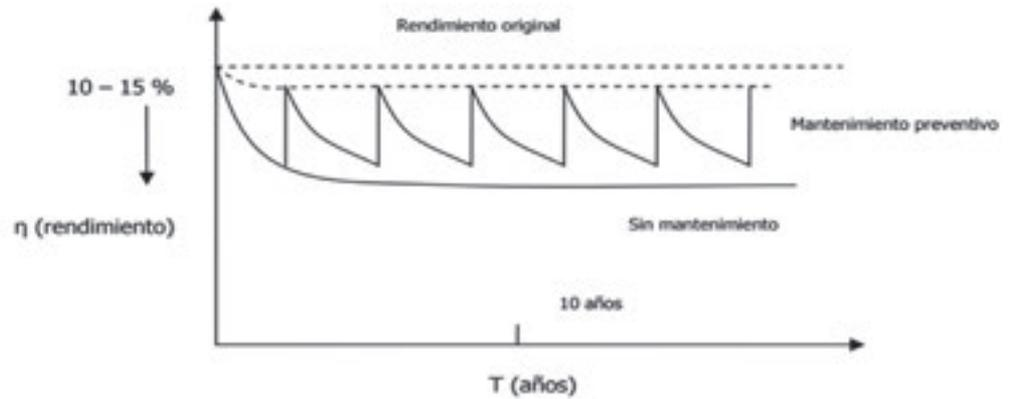

Figura 3. Evolución rendimiento equipo bombeo.
**Figura 3.** Registros de temperatura y conductividad realizados en un sondeo en explotación para determinar el aporte de agua con conductividad superior a los 2800  $\mu\text{S}/\text{cm}$ . La solución adoptada fue la cementación del sondeo a partir de los 62 metros de profundidad.
Cuando se pone en marcha un bombeo, este funciona con alto rendimiento, pero, a medida que acumula horas de trabajo, su rendimiento va disminuyendo progresivamente (Figura 3):